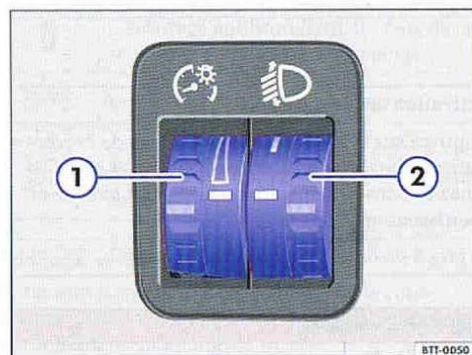

Fig. 56 À côté du volant : molettes du rhéostat d'éclairage des cadrans et des commandes ① et du réglage du site des projecteurs ②
① Rhéostat d'éclairage des cadrans et des commandes
Lorsque l'éclairage est allumé, la luminosité de l'éclairage des cadrans et des commandes peut être réglée en continu en tournant la molette ⇒ fig. 56 ①.
② Réglage du site des projecteurs